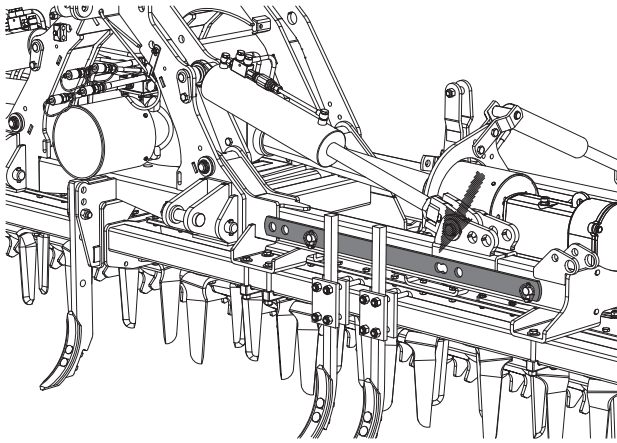

FIG. 32 Sicherheitsstange auf dem Gestell
- Nachdem die Maschine in Transportstellung gebracht wurde, die Sicherheitsstange vom linken Gestell entfernen (Fig. 32)